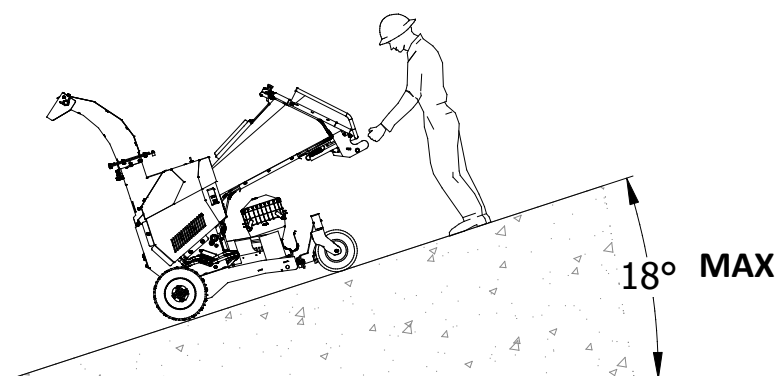

Fig. 8-1 – Exemple de déplacement correct de la machine sur des surfaces en pente longitudinale
- Lors de la montée d'une pente, positionnez-vous toujours en amont de la machine (Fig. 8-1), jamais en aval;